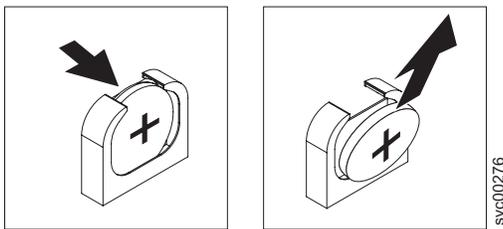

図 134. SAN ボリューム・コントローラー 2145-8G4 CMOS バッテリー・ホルダー
5. 図 134 に示すように、CMOS バッテリーを取り外します。